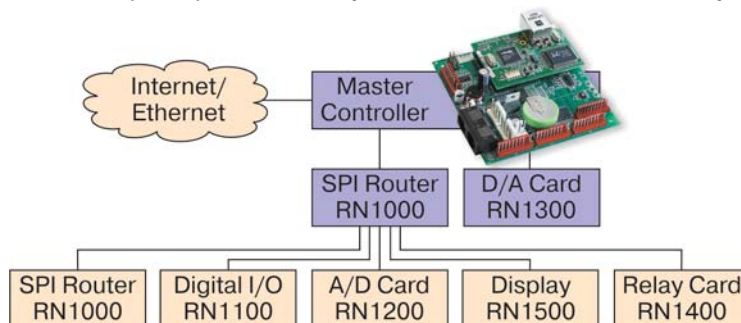

Рис. 1. Пример типовой структуры сети RabbitNet
Порт расширения RabbitNet (RN), реализованный в одноплатном компьютере BL2500 и панели оператора OP7000, предназначен для подключения удаленных модулей ввода/вывода аналоговых сигналов [1, 2]. Передача данных через порт расширения может осуществляться со скоростью до 1 Мбит/с. Для подключения модулей используется стандартный Ethernet-кабель длиной до десяти метров. Использование этого порта позволяет расширить возможности одноплатного компьютера BL2500 и панели оператора OP7000. На рис. 1 приведен пример организации типовой сети сбора данных на базе подключенного к сети